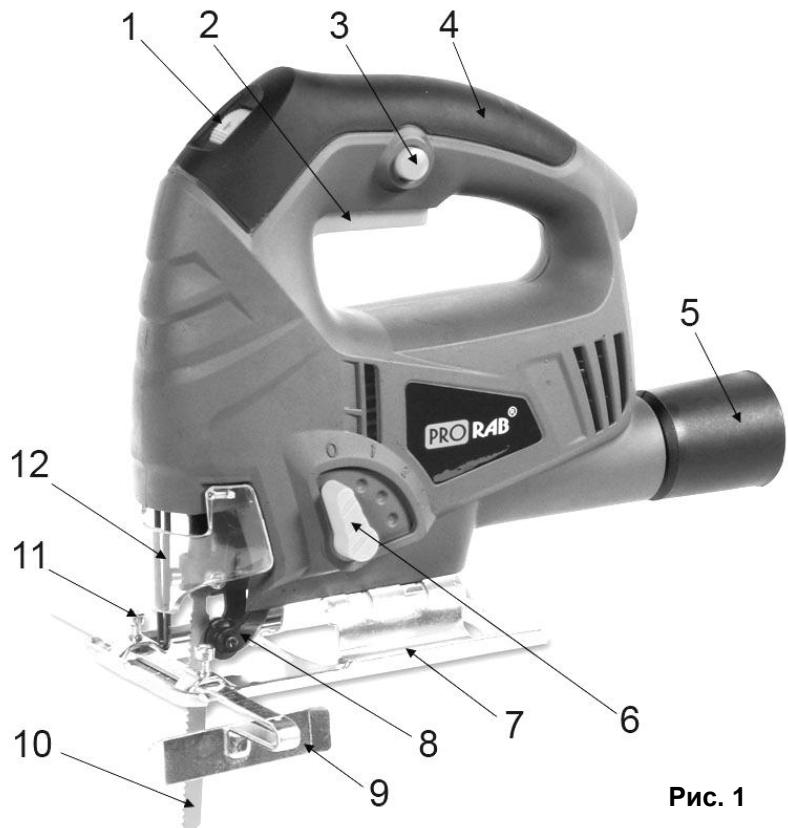

Рис. 1
- Откройте защитный экран (12)(См. Рис.1) лобзика, для доступа к фиксатору крепления пильного полотна.
- Возьмите пильное полотно (10)(См. Рис.1), так чтобы зубья полотна были направлены вперед.
- Для включения инструмента нажмите пусковую кнопку (2)(См. Рис.1).
- Для продолжительных операций нажмите кнопку фиксации (3) и отпустите выключатель.
- Для выключения инструмента отпустите пусковую кнопку (2). Для выключения инструмента при продолжительных операциях нажмите пусковую кнопку (2) еще раз и отпустите ее.
- Регулятор управления скоростью (1) применяется, чтобы установить требуемую скорость движения пильного полотна. Таким способом скорость может быть подобрана соответственно обрабатываемому материалу. Вращение колеса регулятора переключает режим скорости работы лобзика.